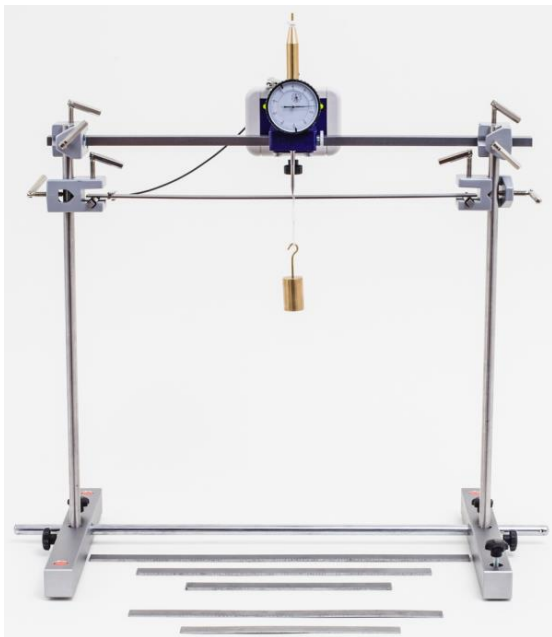

Fig. 1: Montaje experimental para una muestra de material apoyada en ambos extremos.
- Primero se monta el bastidor compuesto de los dos pies de sección cuadrada, la varilla pedestal, las dos varillas verticales y las cuatro nueces universales, de acuerdo con la Fig. 1. Cada una de las dos nueces universales para alojar el travesaño horizontal con la unidad de reloj comparador acoplada, se fija a la misma altura en cada una de las varillas verticales. Las dos nueces universales para alojar la muestra de material se fijan a aprox. 15 mm por debajo. ¡Se debe considerar la orientación de cada una de las nueces universales, como se observa en la Fig. 1!
rador se enchufa en el casquillo de triquete de 3,5 mm en la parte trasera de la carcasa de la unidad de reloj comparador. Una de las bornas de acometida del cable de conexión se fija en la borna de conexión prevista en el reloj comparador, la otra en la muestra de material, como se observa en la Fig. 1.